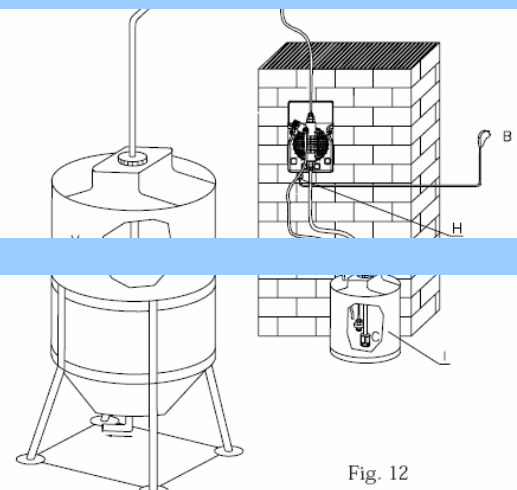

Fig. 12
6.2. Звичайний варіант встановлення (Рис. 12)
Дуже рідко втрати рідини можуть бути викликані пошкодженням мембрани або її прокладок, в разі чого їх необхідно замінити, відкрутивши 4 гвинта на передній частині головки (Рис. 12). При зборі головки насоса переконайтеся, що гвинти закручені щільно.
а. Зніміть клапана скидання і забору, очистіть їх і встановіть назад (Рис. 12). У разі корозії клапанів перевірте відповідність матеріалу використовується вами реагенту. Стандартний матеріал клапанів – Вітон.